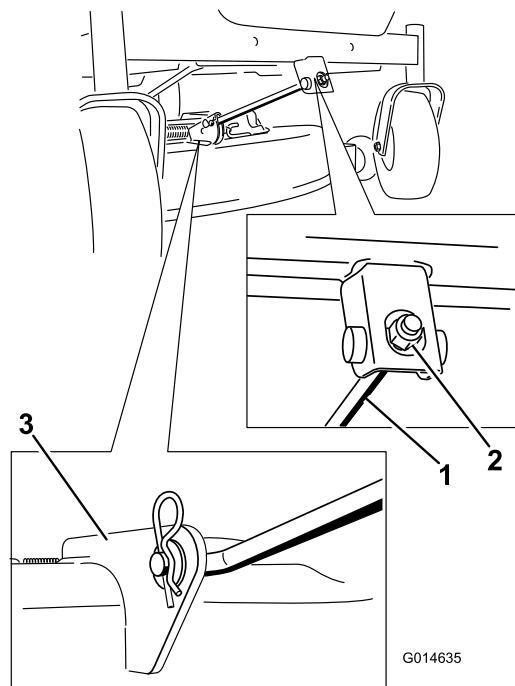

Figure 54
4. Retirez la goupille fendue de la tige de support avant et déposez la tige du support de tablier (Figure 54). Abaissez doucement l'avant du tablier de coupe au sol.
6. Fixez la tige de support avant au tablier de coupe à l'aide de l'axe de chape et de la goupille fendue (Figure 54).